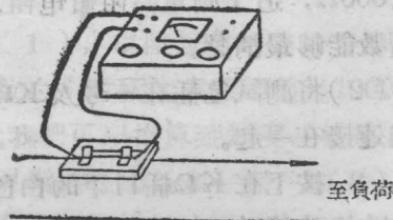
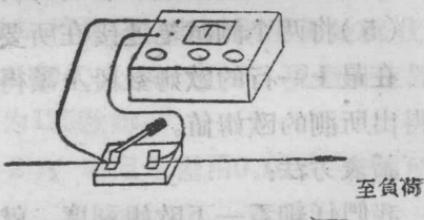
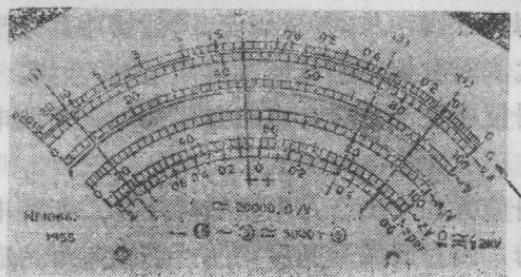

图 6 开关將仪表短路
图 7 將开关打开讀取电流数值
图 8
测量注意事项：由于测量电流时，仪表是串接在电路中的，为了保护仪表免受意外的損失起見，最好是按照图6的方法，用一个开关与电表并联，这样接法的优点是：
(1)有些負荷，如直流电动机等，在开始接通电源时，电流数值非常大，而在电机轉动后，电流又逐渐减小。按照图6的接法，在起动时可先将仪表經开关短接(图6)，待起动以后再将开关打开(图7)，讀取电流数值；
(2)可在不停电情况下，变换电流量程，即先将仪表經开关短接(图7)，变换电流量程，然后再打开开关(图8)讀取电流数值；如仪表
电阻值是无穷大。这是因为在测量电阻时，我們是用一固定电压的电池，与所测电阻及毫安或微安电流計串連，当电阻愈大则通过电流愈小，因此指針偏轉的角度亦較小（图8）。